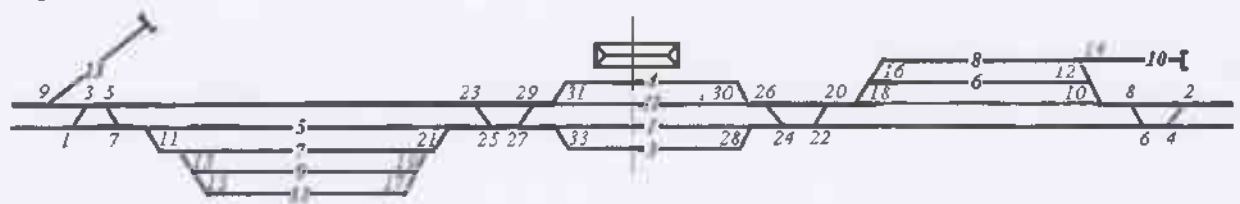

Рис. 9.5. Схема раздельного пункта: I, II – главные станционные пути; 3 – 9, 11 – приемоотправочные пути; 10 – вытяжной путь; 13 – улавливающий тупик
**Все станционные пути имеют свою нумерацию.** Главные пути нумеруются римскими цифрами: по нечетному направлению нечетными, по четному направлению – четными, все остальные пути нумеруются арабскими цифрами (рис. 9.5).